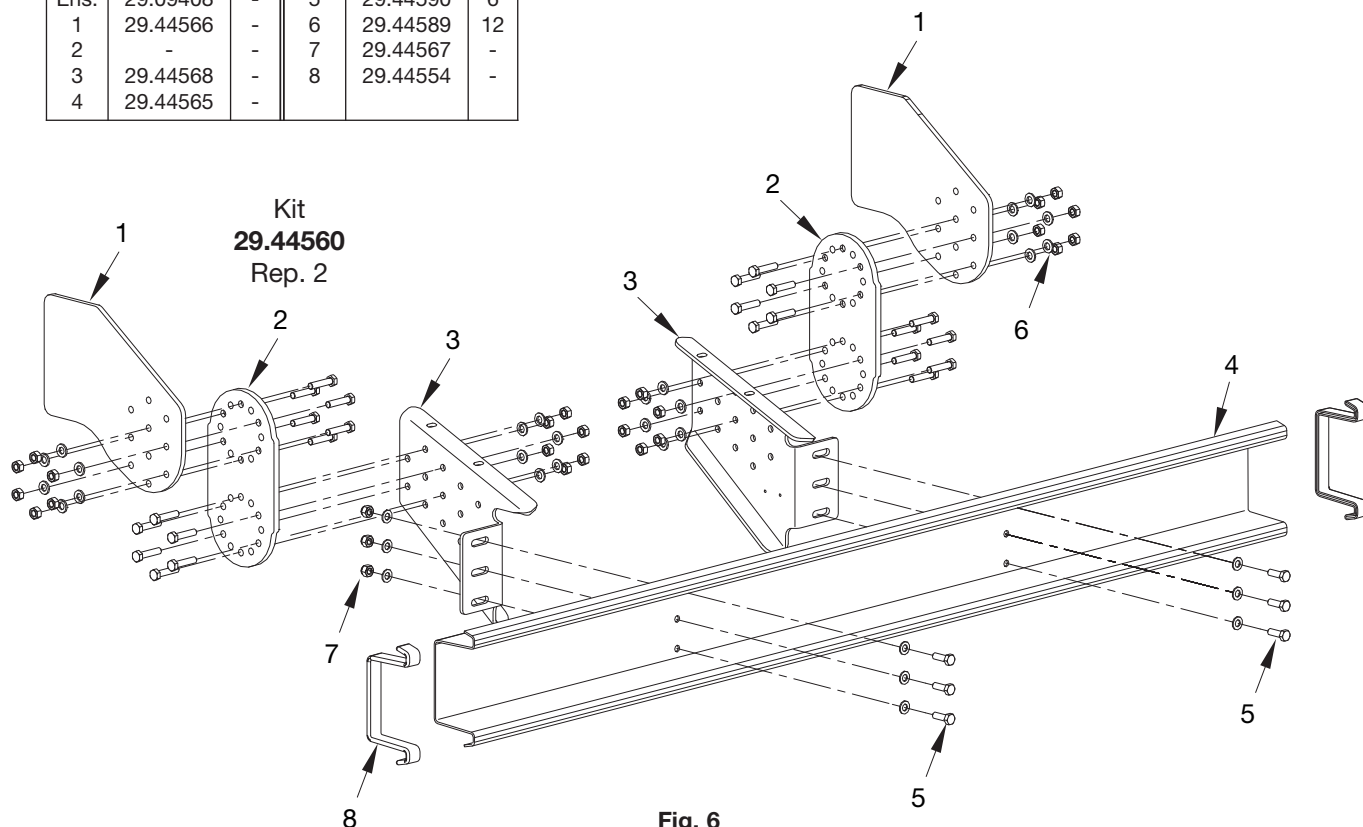

Fig. 6
- Positionner les platines (rep. 1 Fig. 6) sur les longerons suivant les conditions de montage puis procéder au perçage des longerons et platines et les assembler avec les 20 vis M14 classe 10.9 pas fin, rondelles et écrous (C = 180 Nm $\pm$ 10 %).
PIECES DE RECHANGE (Fig. 6)